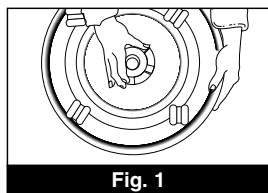

Fig. 1
Étape 2 : Pour ouvrir, renverser, avec précaution, l'appareil sur son flanc et dévisser le mécanisme de verrouillage situé sous la base (Fig. 1).